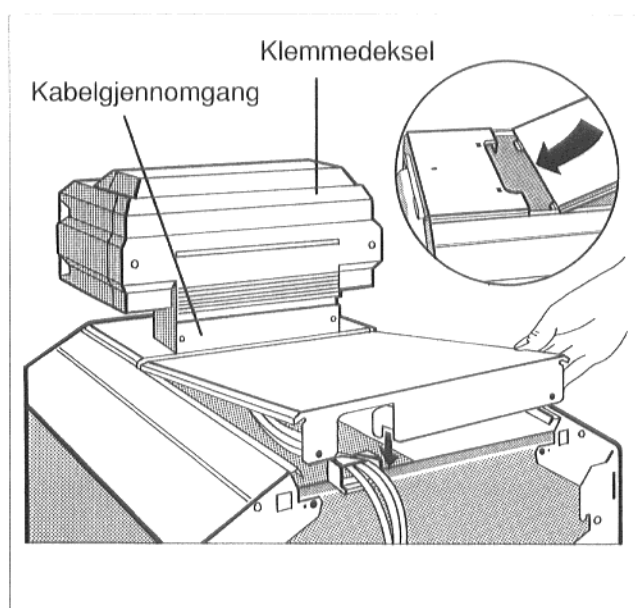

fig. 21
Dekselet til kabelgjennomgangen skrues igjen på kontrollpanelet (fig. 21).
- Klemmedekselet skrues igjen på kontrollpanelet (fig. 21).
- Bakre topp-plate skyves med laskene under fremre topp-plate og trykkes ned bak (fig. 21).